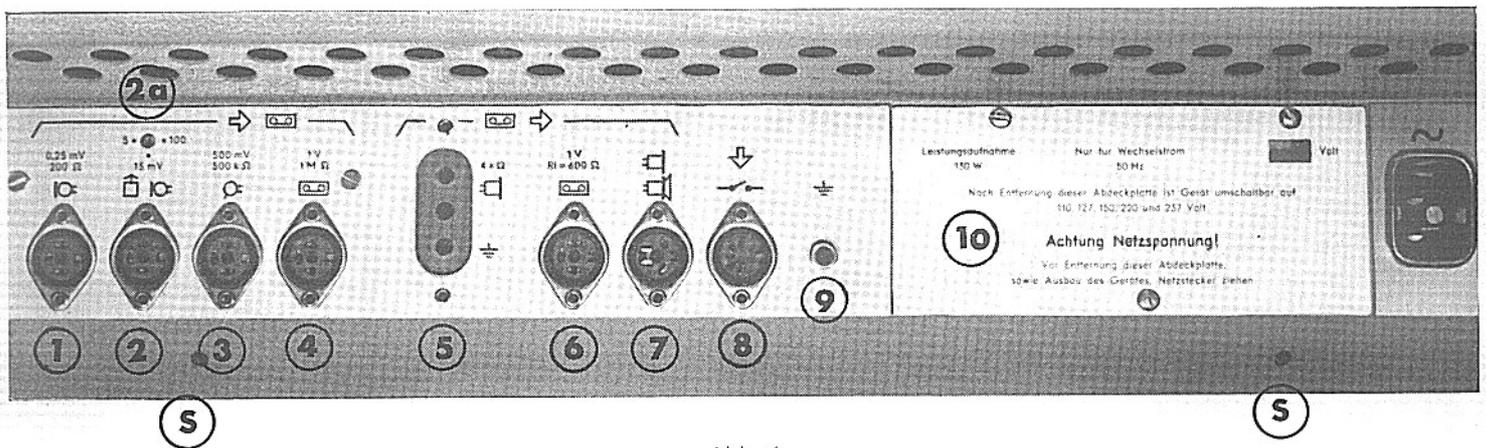

Abb. 4
An der Rückseite des Gerätes sind sämtliche Ein- und Ausgänge auf einem Anschlußfeld (Abb. 4) zusammengefaßt. Sie sind von links nach rechts wie folgt angeordnet:
- Pos. 6 Wiedergabeausgang: Wiedergabespannung ca. 1,2 Volt bei voll ausgesteuerten Bändern. Ausgangswiderstand 600  $\Omega$ . Anschluß für Geräte mit einem Eingangswiderstand  $\geq$  5 k $\Omega$ . Dieser Ausgang ist nicht wie der Tonleitungsausgang (Abb. 4, Pos. 2) bei Aufnahme abgetrennt, sondern in allen Betriebsstellungen angeschlossen. Damit hat man die Möglichkeit während der Aufnahme über Band abzuhören oder Bänder zu cuttern, indem man das Band langsam am Hörkopf vorbeibewegt, um die Schnittstelle zu ermitteln.
Auf der Abwickelseite steuert das Tonband über den Fühlhebel (Abb. 2, Pos. 4) die Bremse der Feingehörlautautomatik. Dadurch erzielt man auf der ganzen Bandlänge einen gleichmäßigen, vom Wickeldurchmesser unabhängigen Bandzug. Der Kontakt w 3 verbindet den Wiedergabeausgang mit dem Anschluß 3 der Rundfunkbuchse (Abb. 4, Pos. 2).
Es ist allgemein üblich, die Aufnahmetaste durch eine besondere Verriegelung zu sperren, um zu verhindern, daß gute Tonbandaufnahmen versehentlich gelöscht werden. Im M 24 dient die Wiedergabetaste zusätzlich als Sperrtaste, d. h. daß man die Aufnahmetaste nur betätigen kann, wenn gleichzeitig die Wiedergabetaste heruntergedrückt wird. Das hat den Vorteil, daß alle Laufwerkfunktionen, die ja bei Aufnahme und Wiedergabe gleich sind, nur durch die Wiedergabetaste geschaltet zu werden brauchen. Die Aufnahmetaste schließt zusätzlich den Anodenstromkreis des HF-Oszillators über den Kontakt a 3 und den Sprechkopf-Stromkreis über Kontakt a 2. Ferner trennt der Kontakt a 1 die Wiedergabeleitung von der Rundfunkbuchse (Abb. 4, Pos. 2) ab. Von Aufnahme auf Wiedergabe und umgekehrt kann man nur über die Halttaste umschalten.
Schließt man einen Fernsteuerschalter an die Fernbedienungsbuchse (Abb. 4, Pos. 8), so übernimmt dieser bei Aufnahme und Wiedergabe die Funktionen der Schnellstoptaste. Die Fernsteuerung ist nur wirksam, wenn die Schnellstoptaste auf „Stop“ geschaltet ist, d. h. wenn das rote Kontrollämpchen aufleuchtet.
Das M 24 ist mit vier Schrauben an seinem Gehäuse befestigt. Je eine Schraube ist an den beiden seitlichen Laufwerkkannten zugänglich. Die beiden anderen Schrauben (Abb. 4 ⑤) sitzen an der Rückseite unterhalb des Anschlußfeldes. Nach Entfernen dieser vier Schrauben hängt man die beiden mitgelieferten Griffe in die seitlichen Bohrungen der Laufwerkplatte ein und zieht das Gerät an den Griffen aus dem Gehäuse heraus.